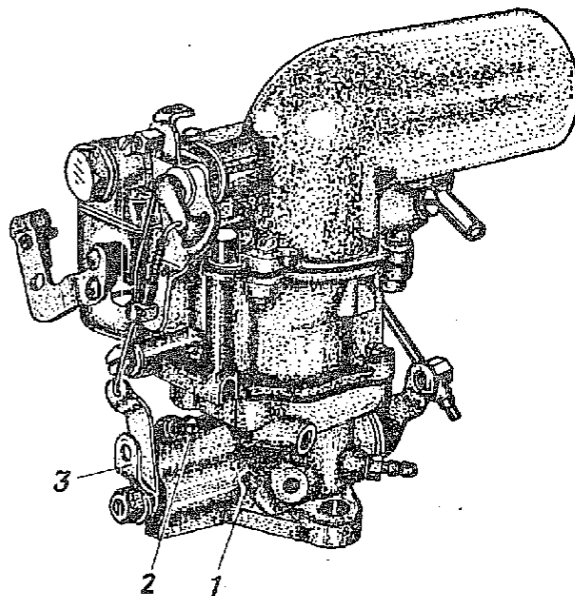

Рис. 49. Карбюратор К-127:
3.1. Вывернуть винт 2 (рис. 49) регулировки количества смеси, свернуть винт так, чтобы он коснулся рычага 3 оси дроссельной заслонки в ее закрытом до упора положении, и из этого положения свернуть винт еще на 2—2,5 оборота (отвертка 150×0,5).